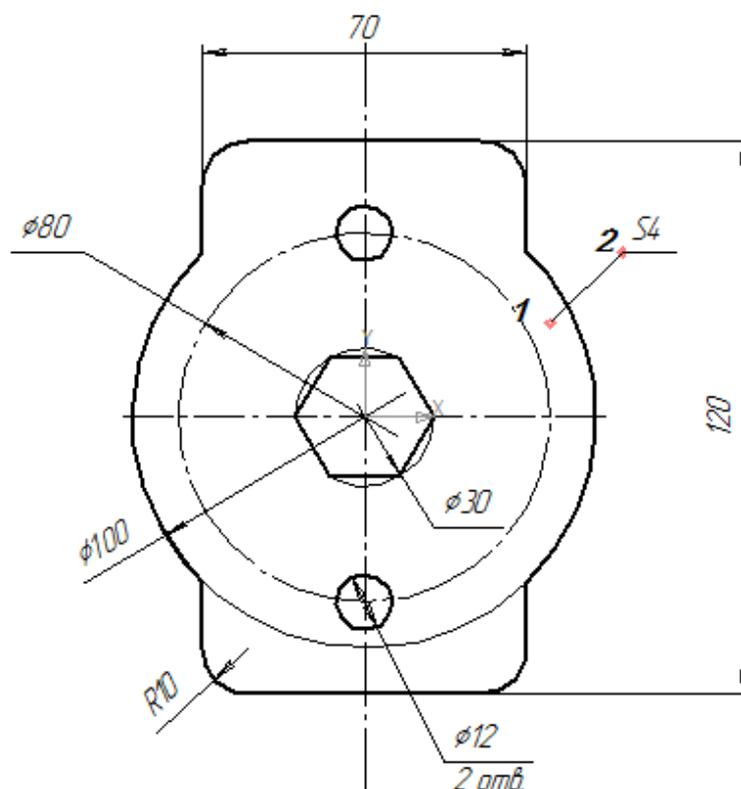

Рисунок 22
17. Зафиксируйте полку выноски в двух местах (рисунок 22).